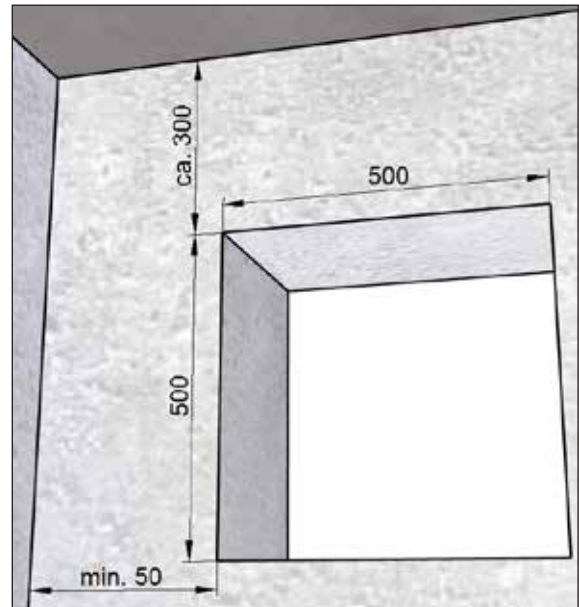

Abb. 9: Mauerdurchbruch für Montageset **mit** Füllstück, Maße in Millimeter
- Mauerdurchbruch komplett (siehe Abb. 9) für Montageset **mit** Füllstück M-WRG-M/Fü
- Mauerdurchbruch komplett (siehe Abb. 9 auf Seite 17) für Montageset **mit** Füllstück M-WRG-M/Fü